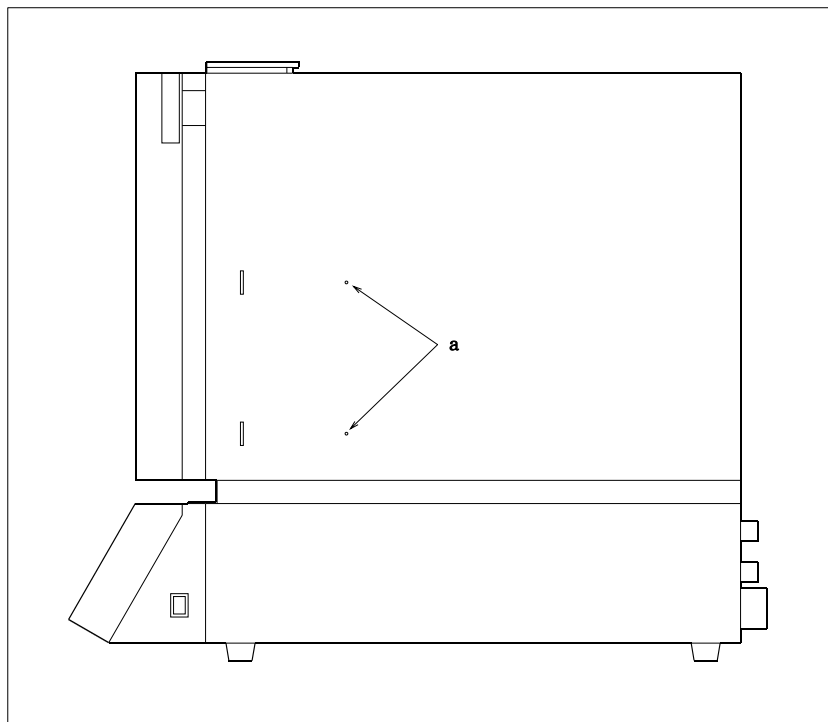

図1
- ・図1の"a"の2ヶ所のビスを取り、角溝に合わせてガス導入ユニットを取り付けてください。